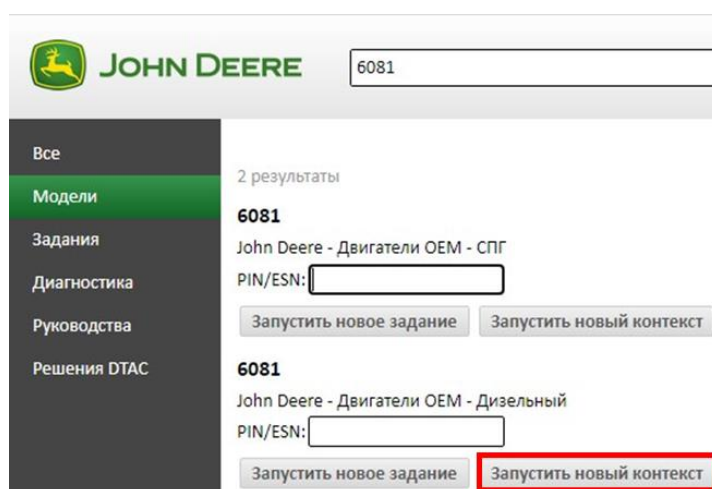

Рисунок 37 – Создание нового контекста для диагностирования двигателя
– во вкладке «Модели» запустить новый контекст для дизельного двигателя (рисунок 37)